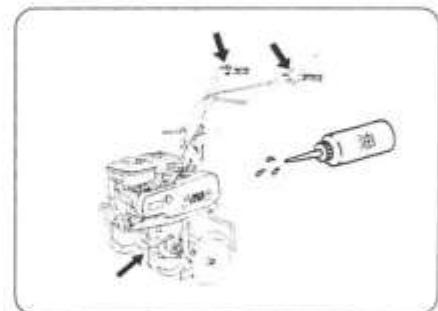

図29
4) 注油(図29)
- ① 各作動部分には油差しで注油してください。
- ② 各々のレバー類と軸受部分等
- ③ 各々のワイヤには注油口よりワイヤを作動させがらおこなってください。特に露出部分には念入りにおこなってください。